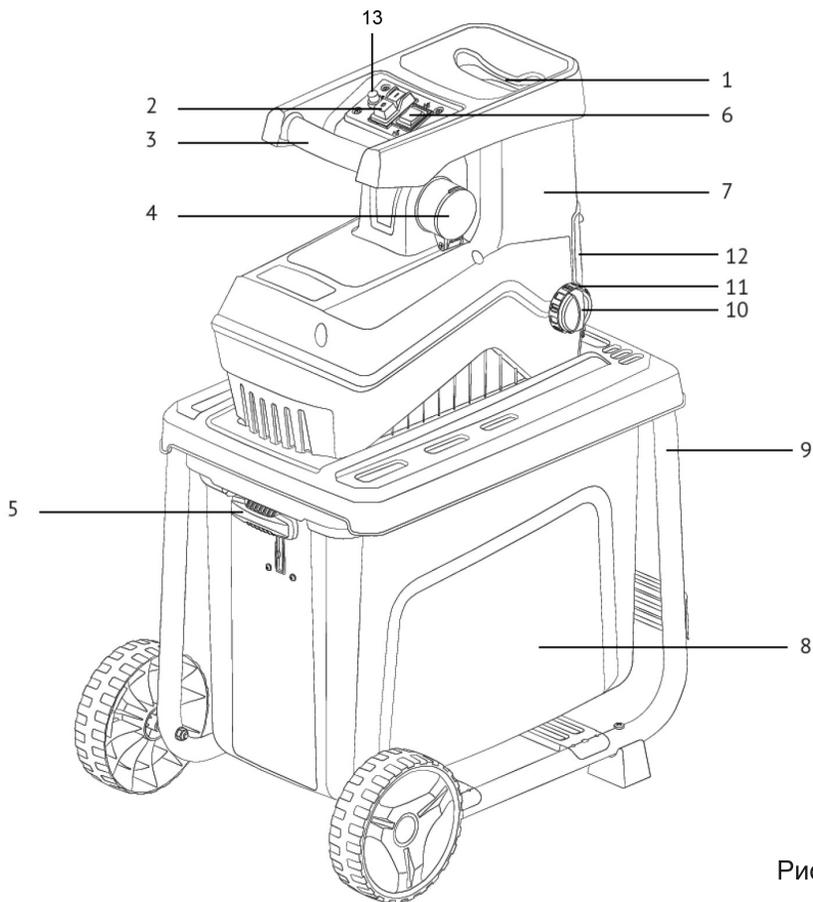
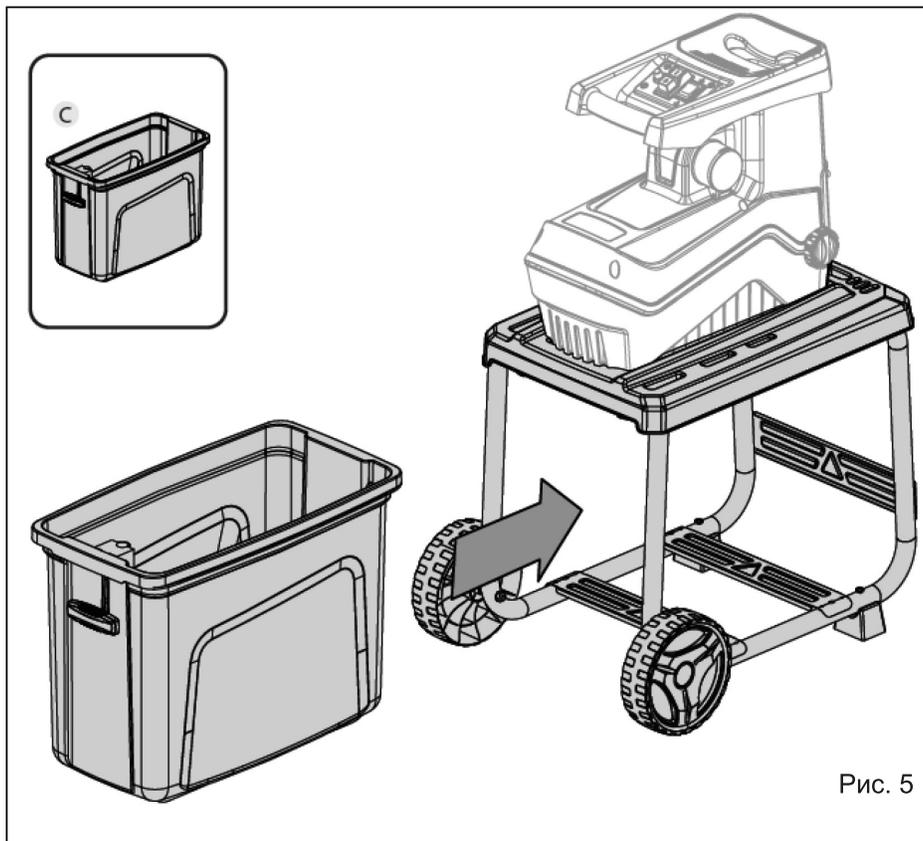

Рис. 1
Рис. 5
4. Вставьте контейнер для сбора щепы (Рис. 5). Поднимите рычаг блокировки контейнера 5 (Рис. 1) вверх, чтобы он вошел в паз концевика и нажал его.
Внимание! Если рычаг 5 (Рис. 1) не заблокировать в концевике, то измельчитель не включится.
Для включения измельчителя нажмите на выключатель 2 (Рис. 1) в положение «I».
Для включения измельчителя нажмите на выключатель 2 (Рис. 1) в положение «0».
Для измельчения веток в контейнер переведите переключатель 6 (Рис. 1) в положение вниз ↓
Для включения режима реверс, чтобы освободить застрявший материал, переведите переключатель 6 (Рис. 1) в положение ↑
- Для включения измельчителя через 3–5 минут нажмите кнопку предохранителя 13 (Рис. 1).
- Нажмите кнопку «I» выключателя 2 (Рис. 1), чтобы включить устройство.